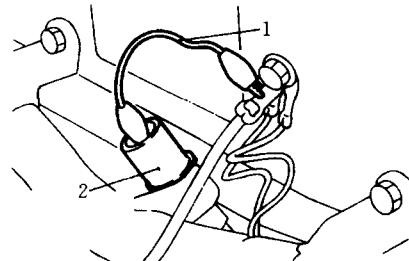

图 19 点火正时插接器——钻石
⑬关闭发动机，从点火正时调整插接器上拆下防水套。不同车型，该插接器位置不同：
b. 钻石轿车位于驾驶室前壁中心稍偏左侧（图 19）。